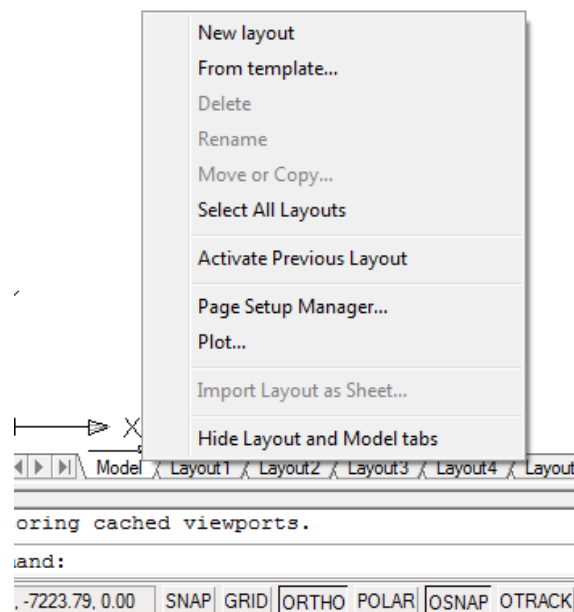

**Figura 38 – Corte**
17. Para a representação do corte ficar correta é necessário espelhar o projeto e cotar novamente. Abaixo do corte discrimine as especificações conforme figura 38.